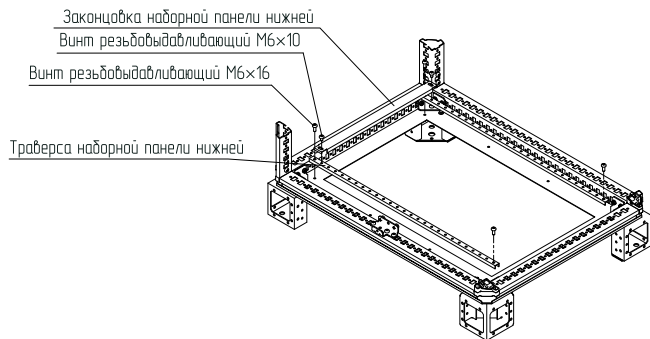

Рисунок 2
4.1.2 Приложить траверсы наборные панели нижней к основанию и закрепить винтами М6х16 (рисунок 2). Момент затяжки – 7 Н·м.
4.1.3 Установить законцовку наборную панели нижней на траверсы и закрепить винтами М6х10 (рисунок 2). Момент затяжки – 7 Н·м.